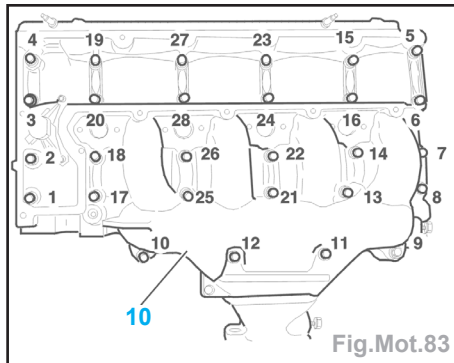

Fig.Mot.83
- le pignon d'arbre à cames (6),
- le moyeu d'arbre à cames (7),
- Desserrer progressivement les vis de fixation en respectant l'ordre (Fig.Mot.83).
- le carter chapeau de palier (10),